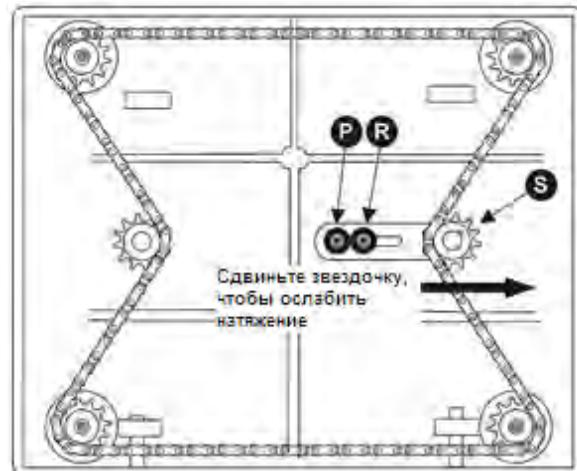

Рисунок 9-3
- Выкрутите винт (P, Рис. 9-3) и ослабьте винт (R), который позволит переместить узел звездочки (S) настолько, чтобы ослабить натяжение цепи.
7. Если регулировки выполнены правильно, установите цепь обратно на звездочку, сдвиньте звездочку натяжения (S, рис. 9-3) обратно, обеспечив натяжение цепи, затяните болт (R), вставьте и затяните болт (P).